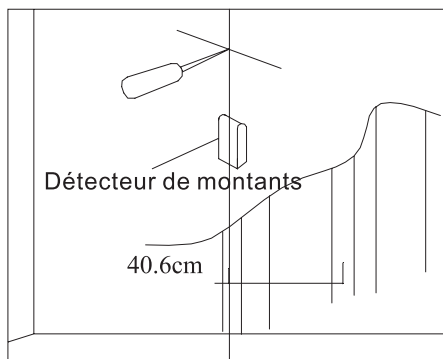

figure 2a-1
En prenant le support mural (AA) pour modèle, marquez quatre ou six trous équidistants sur le mur. Deux ou trois trous dans les fentes de la rangée supérieure, deux ou trois dans la rangée du bas, en vous assurant que les trous sont à niveau. Pour les écrans de 70", 80", et 90", vous devez procéder à une installation à trois trous, à moins que l'installation ne soit réalisée ou vérifiée par un installateur professionnel. Une séparation d'au moins 15,2 cm entre deux trous doit être respectée. Utilisez les forets à maçonnerie pour forer des trous de 14 mm de diamètre et de 84 mm de profondeur. Introduisez les taquets (N) dans ces trous respectivement, en veillant à ce qu'ils entrent parfaitement dans la surface du mur (comme montré sur les figures 2c-1 et 2c-2), puis utilisez quatre ou six tirefonds (M) pour installer la plaque murale au mur (comme montré sur les figures 2a-3 ou 2b-3).